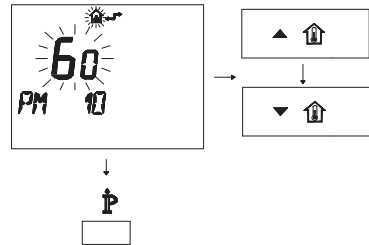

Figura 5.70
- Per modificare il SET programmato agire sui pulsanti **▲** **☺** o **▼** **☺** e aspettare che il numero programmato cominci a lampeggiare (Figura 5.70).